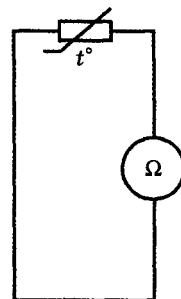

Рис. 84
2. Мультиметр переведите в режим омметра и присоедините к его зажимам термистор (рис. 84). Измерьте сопротивление термистора при комнатной температуре, при помещении его между пальцами руки и над баллоном лампочки.